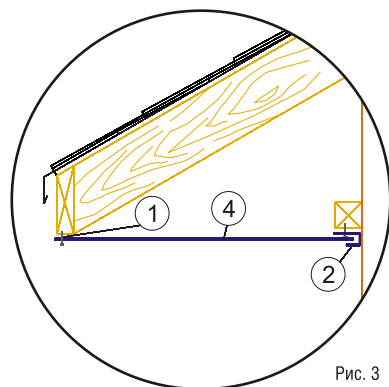
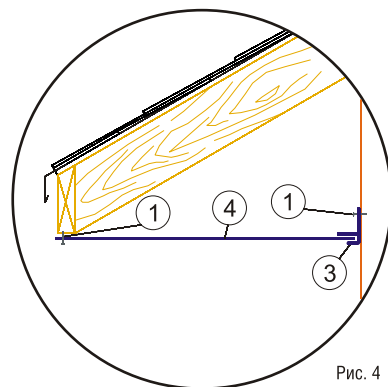

Рис. 3
Рис. 4
2. Вставьте софиты ④ в G-планки ② (рис. 3) или F-планки ③ (рис. 4). Закрепите софиты ④ с помощью саморезов ①.